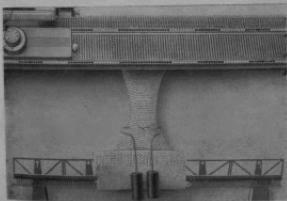

Рис. 28
- Подняв гребенку, на правой и левой стороне подвешивают по одному малому грузику и в центре полотна два крючковых грузика (смотри рис. 28).